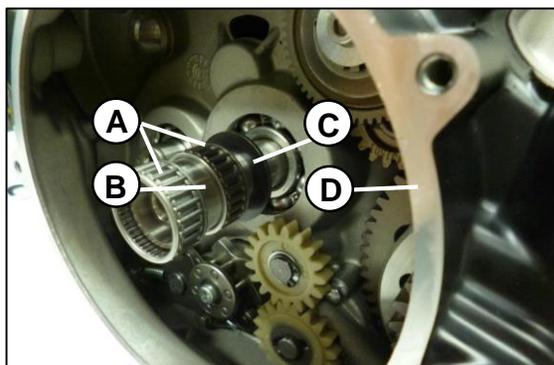

Fig. 10
Remueva las dos canastillas (A), retire el buje manzana cluth (B), remueva la arandela (C) y por ultimo retire la carcasa de cluth (D) removiendo los 13 tornillos M6 que la sujetan. **Fig. 10**